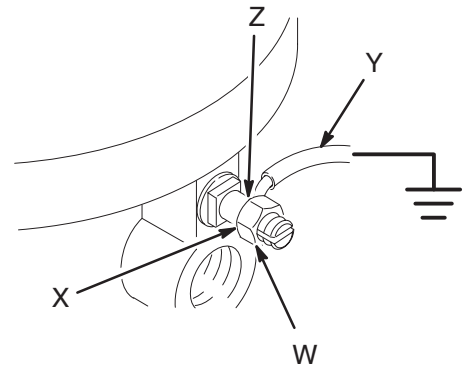

Abb. 1
1. *Pumpe:* Erdungskabel und Klammer verwenden. Siehe Abb. 1. Mutter (W) und Scheibe (X) der Erdungsöse lösen. Ein Ende eines 1,5 mm² dicken Erdungskabels (Y) in den Schlitz in der Öse (Z) schieben und die Mutter fest anziehen. Das andere Ende des Kabels an Erde legen. Zu bestellen: Erdungskabel und Klemme, Teile-Nr. 237569.
4. *Druckausgleichbehälter:* Erdungskabel und Klammer verwenden. Siehe Abb. 1.